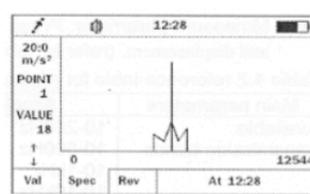
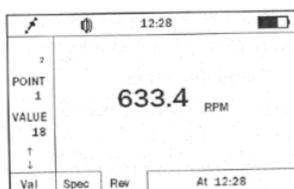

Figura 4.1b Modo especial
Figura 4.1c Modo Rev
- Modelo de medida: Presione para seleccionar el modelo de medida: Common model, sepectrum model and rev model (modo común, modo espectro y modo rev) (figuras 4.1a, Figura 4.1b, Figura 4.1c)
Spectrum mode (Modo espectro): Mostrar el gráfico de espectro (ver figura 4.1b)